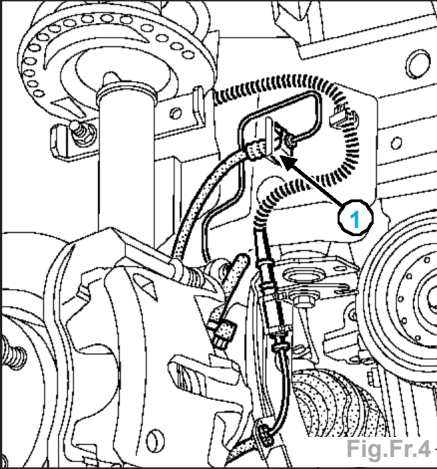

Fig.Fr.4
- le raccord de la canalisation (1) (Fig. Fr.4),